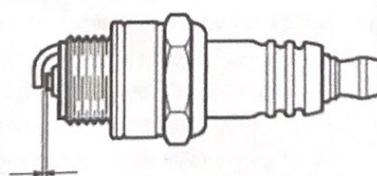

Рис. 26
• Проверьте зазор свечи зажигания. Он должен составлять $0,7 \pm 0,08$ мм (рис. 26).